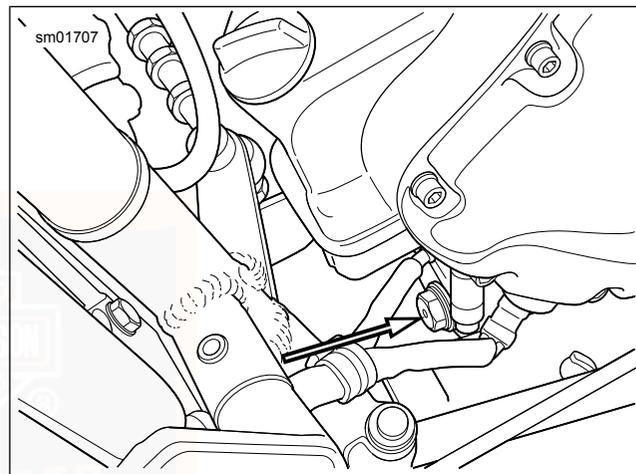

Abbildung 27. Ölablassschraube: VRSC-Modell
1. Siehe Abbildung 27. Den Ölablassstopfen entfernen und das Öl vollständig ablassen.
6. Siehe Abbildung 27. Den Motorölablassstopfen einsetzen. Den Ablassstopfen auf ein Drehmoment von 30–40 N·m (22–30 ft-lbs) anziehen.